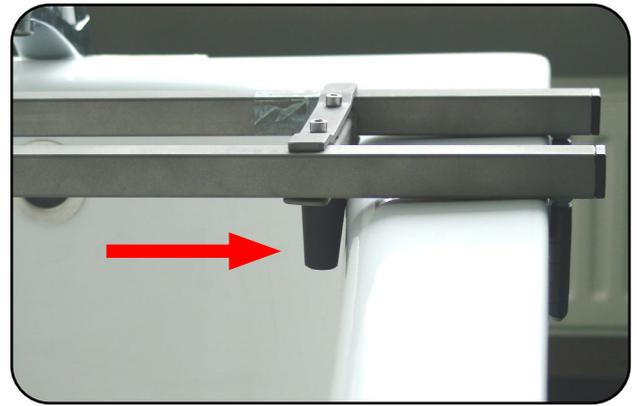

Abbildung 25
3. Schieben Sie den Begrenzungskegel an die Innenseite des Wannenrands und ziehen Sie die 2 Befestigungsschrauben fest an (siehe Abbildung 25).